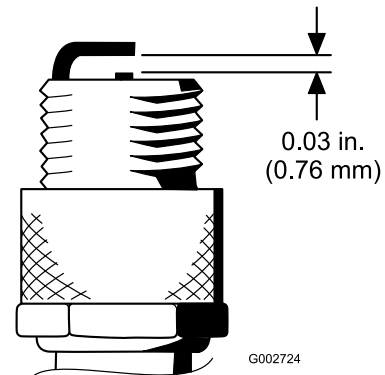

Bild 46
4. Stellen Sie den Abstand zwischen der Mittel- und der Seite der Elektrode auf 0,76 mm ein (Bild 46).